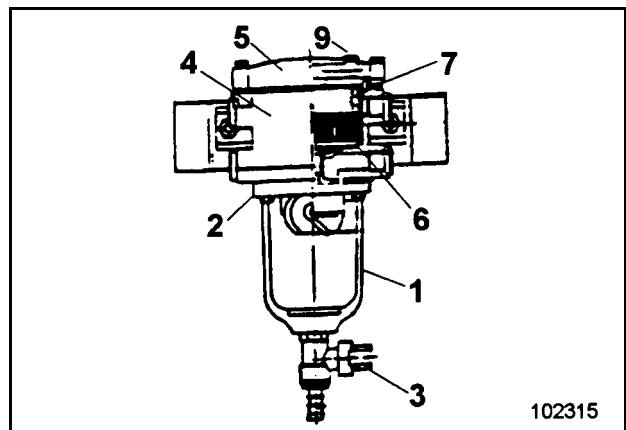

Fig. 3-42:
- ➔ Entlüftungsschraube (9, Fig. 3-42:) lösen und den Ablaufhahn (3) solange geöffnet lassen, bis nur noch Dieselkraftstoff herausfließt.